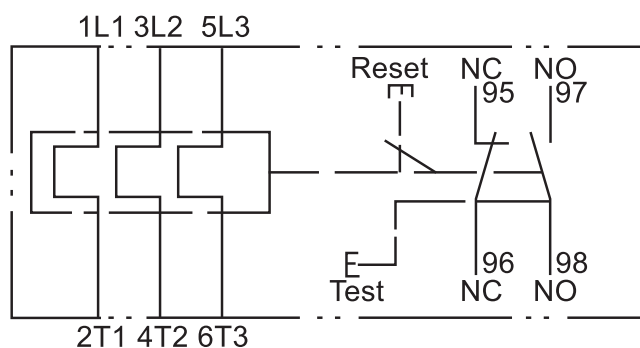

图1 内部结构电气示意图
2.1.1 热继电器的动作机构为拉簧式快动跳跃式机构, 其内部结构电气示意图见图1。